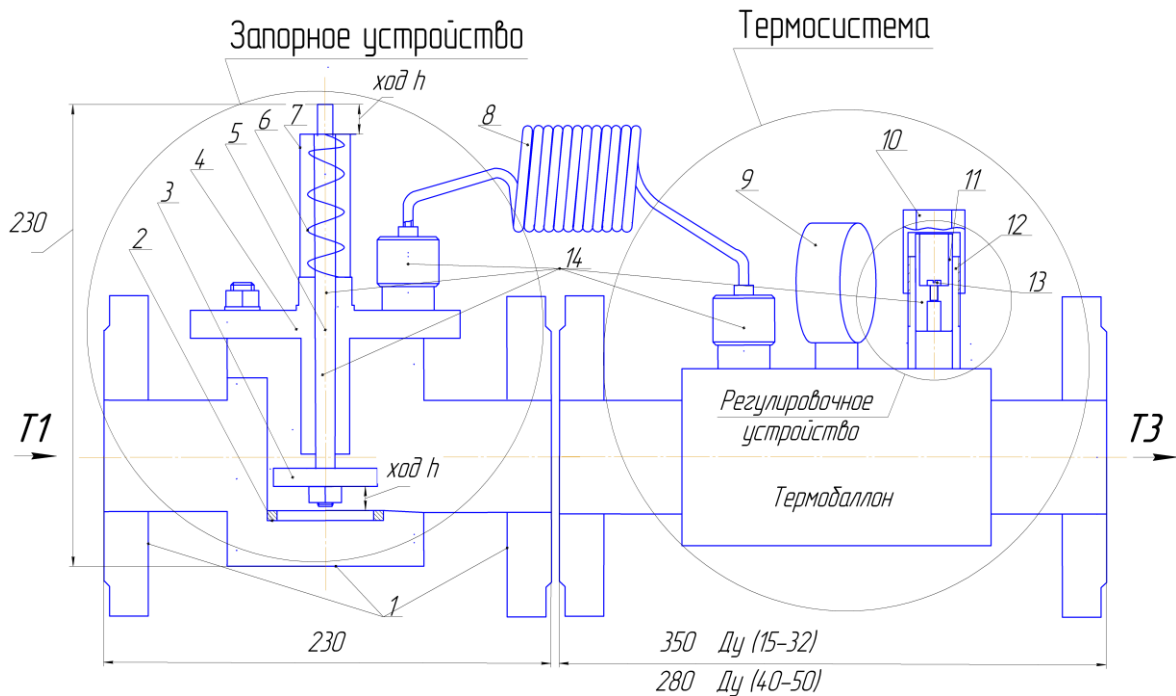

Рис.1
4.1. Регулятор состоит из двух конструктивных узлов: запорного устройства (клапана) и термосистемы (рис.1.).
4.1.1 Запорное устройство предназначено для изменения потока воды в Т1 регулятора и состоит из штока 5, движущегося внутри цилиндра 4. Шток 5 связан с клапаном 3. Седло 2 встроено в корпус 1. Положение клапана 3 относительно седла 2, устанавливается регулировочной гайкой 10.(Рис.1) При отворачивании гайки 10, под действием возвратной пружины 6, шток 5 входит в цилиндр 4. При вворачивании гайки 10 шток выходит. *При полном закрытии седла клапаном, происходит совмещение верхней плоскости контрольной гайки 7 с верхним торцом штока 5. Расстояние между этими поверхностями показывает величину зазора между седлом и клапаном. Максимальный зазор 15мм.*
6.5. При необходимости снижения температуры воды ГВС (Т3) завернуть регулировочную гайку 10 (рис. 1) на 3-4 оборота. Поворот регулировочной гайки на 1 оборот изменяет регулируемую температуру приблизительно на 3-5 градусов. Через 5-10 минут проверить показания температуры на трубопроводе Т3. При необходимости продолжить заворачивать гайку с указанным временным интервалом до достижения необходимой температуры..